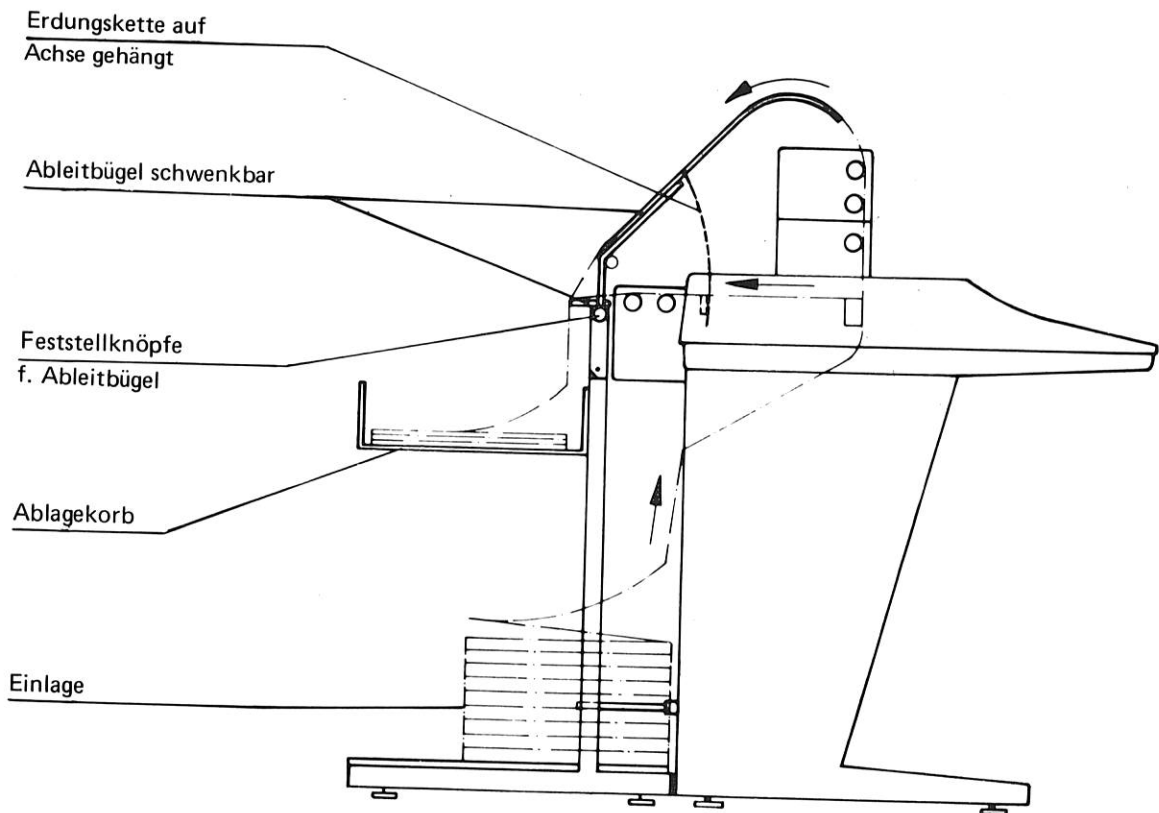

Abb. 16 Endlosformular-Ständer und Formularführung
- Formularstapel einschließlich Karton in den unteren Teil des Formularständers (Abb. 16) einlegen. Die zu bedruckende Papierseite muß beim Durchlauf mit der Druckseite nach vorn zeigen.
Eine einwandfreie und sichere Führung des Papiers bei der Verarbeitung von Endlosformularen ist nur bei Verwendung des Endlosformular-Ständers möglich (Abb. 16). Den Ständer mittig zur Formularführung bis zum Anschlag an den Maschinentisch heranschieben.